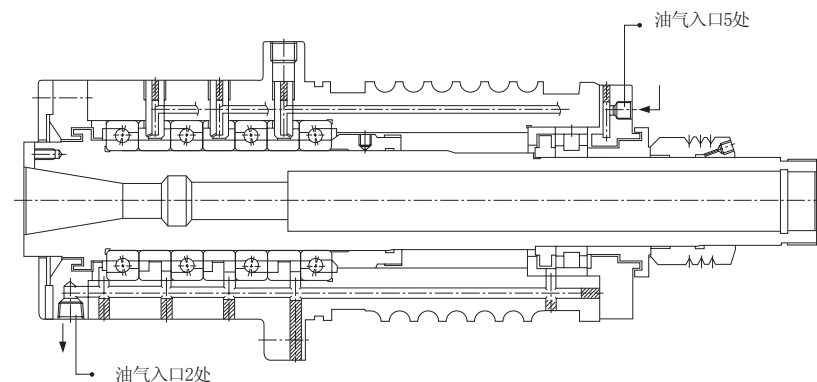

图12.10 油气供油法举例
- (c) 经常给电主轴内部送入压缩空气，电主轴内压高，不易从外部侵入灰尘及切削液。因此，多用于机床主轴及其它高速旋转的用途。(图12.10)。